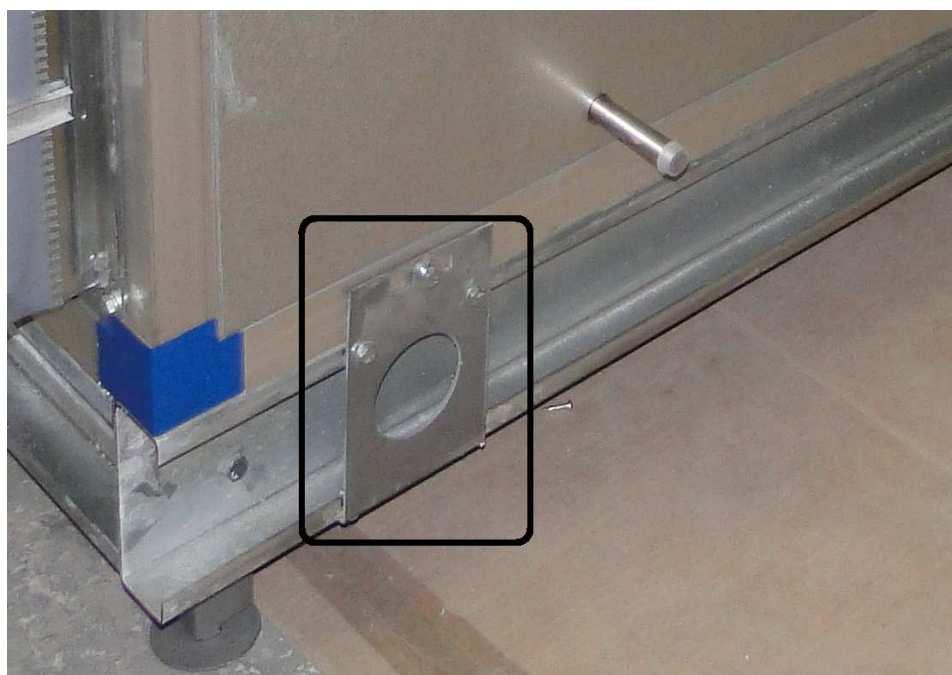

Рис.8. Приклад кріплення установки до несучої рами.
- Якщо установка поставляється в зібраному вигляді - допускається кріплення строп крана до рами установки (заборонено кріплення до елементів рами (кронштейнів), якими рама кріпиться до корпусу установки - Рис.8).